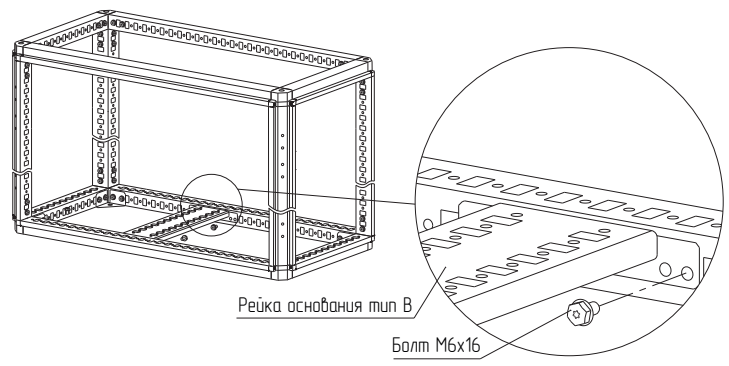

Рисунок 31
4.18.2 Установите рейку на несущий профиль основания или крыши на нужной ширине или глубине и закрепите болтами М6×16 (рисунок 31). Момент затяжки – 7 Н·м. Болты приобретаются отдельно.